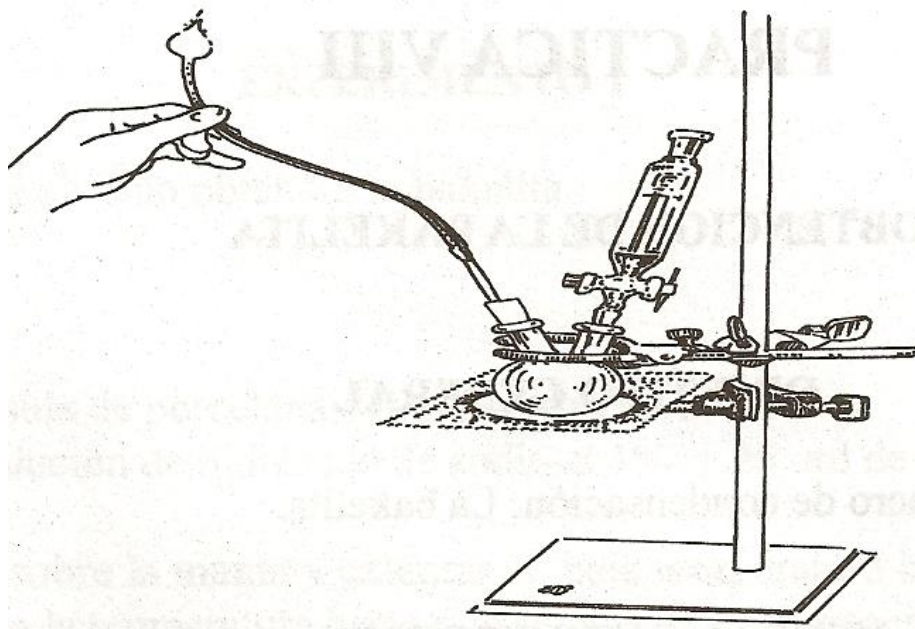

Figura 7.2
- 2.4 Conectar a una de las vías del matraz un tubo de desprendimiento y en la otra colocar un embudo de separación que contenga la S.R. hidroalcohólica al 5% como muestra la figura 7.2.